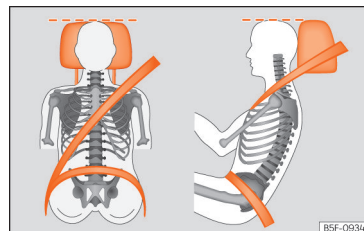

Рис. 20 Правильне положення ременя безпеки й підголівника.
жодному разі не має бути нижче рівня очей. Тримайте потилицю якнайближче до підголовника »» **рис. 20.**
- Відрегулюйте позовжне положення сидіння так, щоб ви могли повністю натискати педалі трохи зігнутими в колінах ногами. Водночас відстань між колінами й передньою панеллю повинна бути щонайменше 10 см »» **рис. 20.**